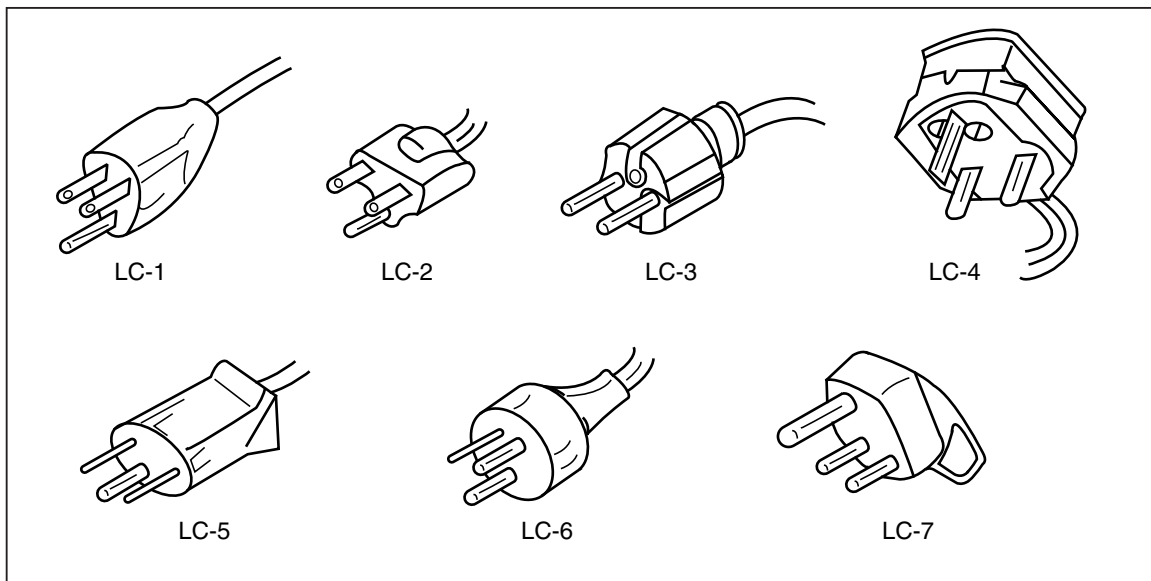

Figura 2-3. Tipi di cavi di alimentazione di rete disponibili da Fluke
3. Collegare il cavo di alimentazione a una presa di rete opportunamente messa a terra. Per i tipi di cavi di alimentazione disponibili presso la Fluke, fare riferimento alla Figura 2-3. Per la descrizione dei cavi, consultare la Tabella 2-2.